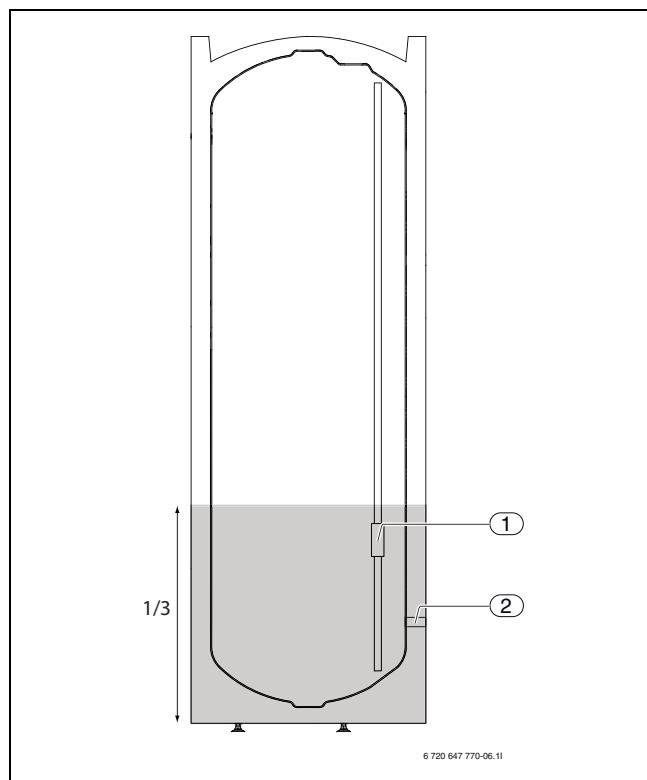

Bild 22 Montage der Temperaturfühler
**WPS 6-1...17-1:** Temperaturfühler montieren, wenn ein externer Warmwasserspeicher verwendet wird. Temperaturfühler ca. 1/3 über dem Boden des Warmwasserspeichers montieren. Der Rücklauffühler muss oberhalb des Rücklaufs zur Wärmepumpe montiert werden (→ Bild 22).